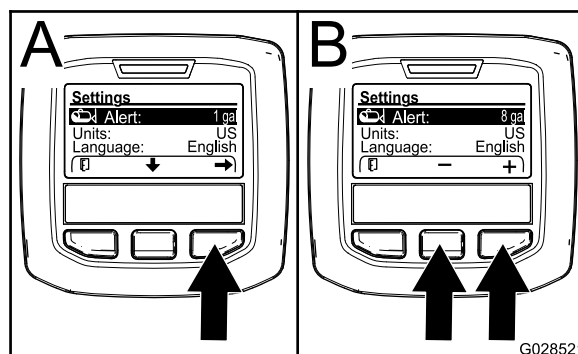

Figura 70
- Carregue no botão de seleção central para realçar a definição de alerta (Figura 70).
- Pressione o botão de seleção direito (Figura 70).
- Utilize os botões de seleção central ou direito para introduzir a quantidade mínima no depósito quando o alerta é mostrado durante a operação do pulverizador (Figura 70).